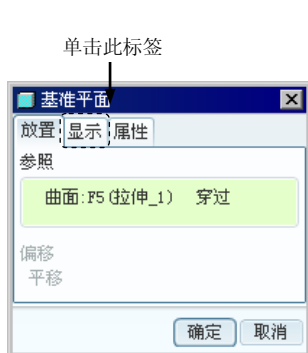
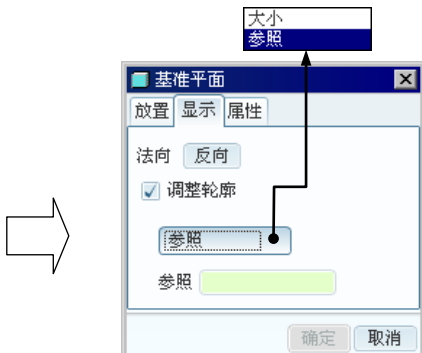

图 5.19.10 “放置”选项卡
图 5.19.11 “显示”选项卡
Step2. 在图 5.19.10 所示的对话框中，打开 **显示** 选项卡，如图 5.19.11 所示。
Step3. 在图 5.19.11 所示的对话框中，单击 **反向** 按钮，可改变基准平面的法向方向。
方法二：拟合参照大小。在图 5.19.11 所示的对话框中，选中 ☒ **调整轮廓** 复选框，在下列表框中选择 **参照**，再通过选取特征/曲面/边/轴线/零件等参照元素，使基准平面的显示大小拟合所选参照元素的大小。